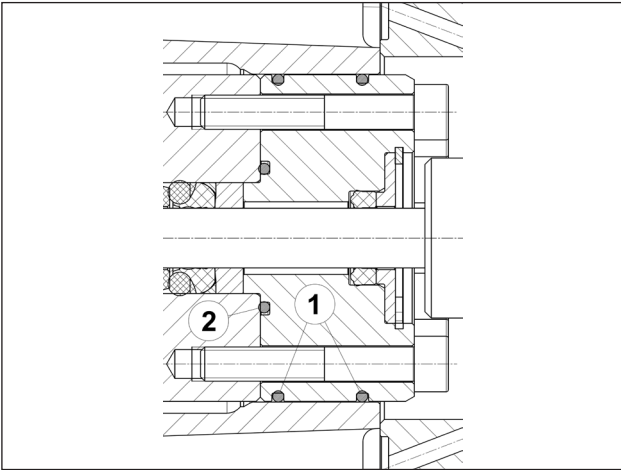
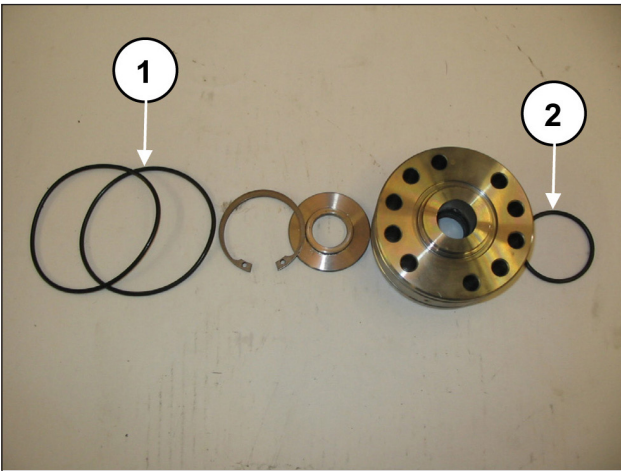

Fig. 127
Fig. 128
Montar el grupo de soporte de las juntas (Fig. 127 y Fig. 128) y sustituir los componentes ① y ②.